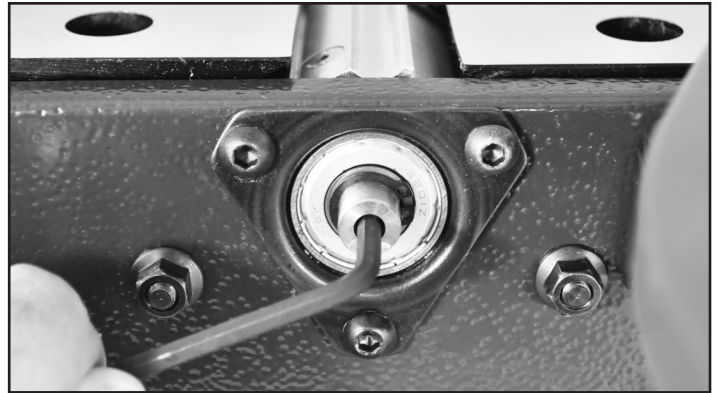

FIG. 22
2. Para evitar que el cabezal de corte gire mientras trabaja en los cuchillos, inserte la llave hexagonal suministrada en el extremo del eje del cabezal de corte que da a la parte delantera de la máquina, debajo de la pestaña frontal del protector. El cabezal de corte se puede girar y colocar de forma segura para cambiar las fresas de plaquita. FIG. 22.
Para girar el cabezal de corte y evitar que se mueva mientras se trabaja en las mesas, utilice la llave hexagonal suministrada e insértela en el extremo del eje del cabezal de corte que da a la parte delantera de la máquina, debajo de la pestaña frontal del protector. El cabezal de corte se puede girar y colocar de forma segura. Véase FIG. 22 en la página 15.